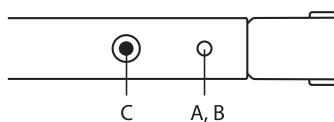

Рис. 2
2. Вставьте опорный кронштейн в отверстие подставки. Нажмите подпружиненную кнопку B вниз, чтобы она вошла в основание подставки (рис. 2).